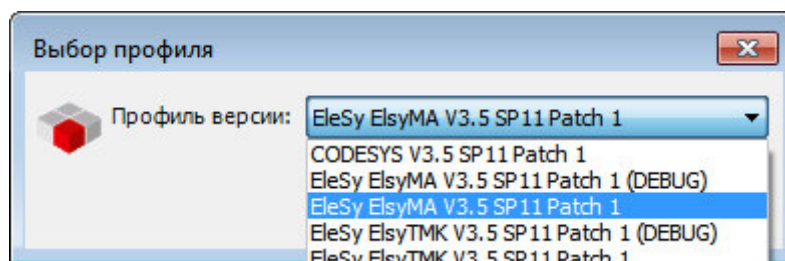

Рисунок 3.1 – Окно выбора профиля CoDeSys
2. В появившемся окне выбора профиля (рисунок 3.1) необходимо выбрать *EleSy ELSYMA V <версия> SP6 Patch <версия>*.